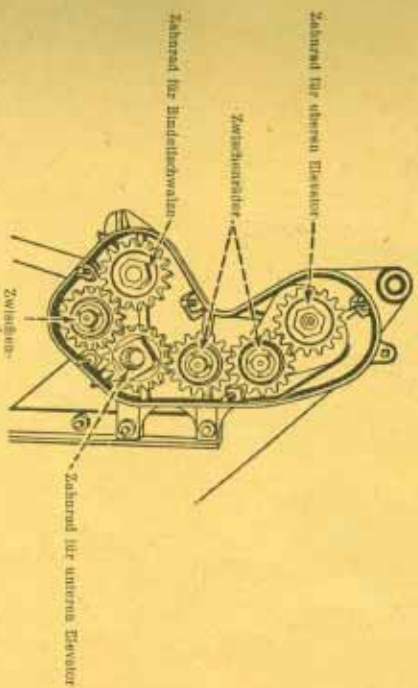

Bild 31
12. Das Zahnrad der oberen Walze des oberen Elevators anbringen, siehe Bild 31.